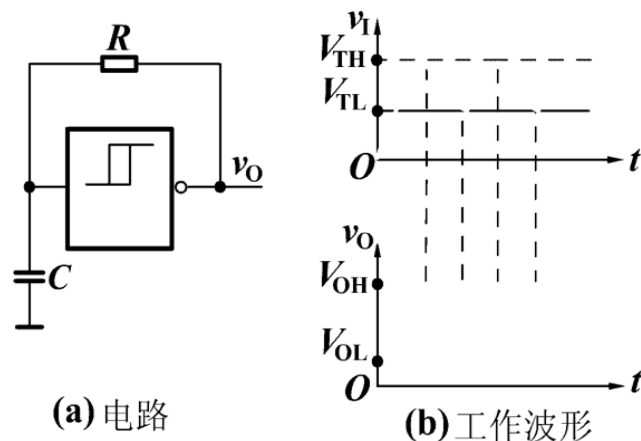

图 14.3.10 用施密特触发器构成多谐振荡器
1. 电路：如图 14.3.10，将施密特反相器的输出端经 RC 充放电电路与输入端相连。
2. 波形如图 14.3.10 (b) 所示。注：振荡频率可通过改变 R 和 C 的大小来调节。